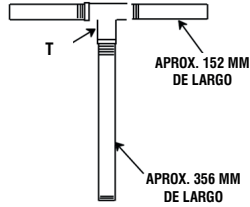

Figura 3. Herramienta de montaje giratorio
*La fábrica dispone de una herramienta de desmontaje opcional. Si se utiliza la herramienta, siga las instrucciones que la acompañan. Se puede montar una herramienta similar utilizando un tubo de 1/2 pulgada (acero de plancha 80 o hierro maleable) y una T estándar (ver Figura 3). Todas las roscas son NPT de 1/2 pulgada. No preensamble la herramienta.*